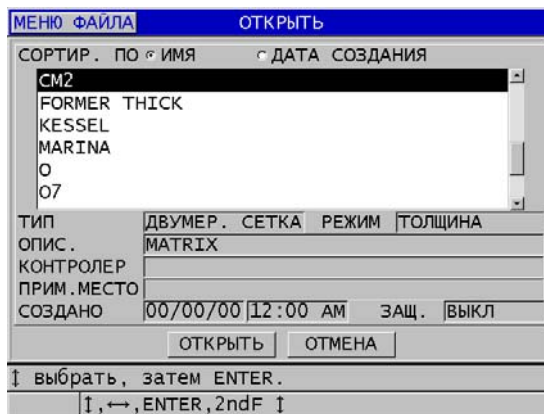

Рис. 11-16 Открытие файла
3. В окне **ОТКРЫТЬ** (см. Рис. 11-16 на стр. 193):